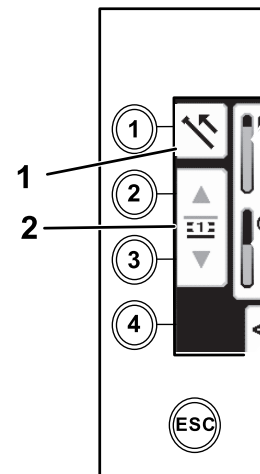

Bild 7
1. Drücken Sie die Taste 1, um die Option für das Rohrziehen auszuwählen (Bild 7).
2. Drücken Sie die Tasten 2 und 3, um die Reihe auszuwählen, in der Sie das Rohr platzieren möchten (Bild 7)